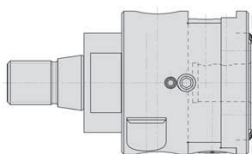

Bild 1
- Maschinenseitig ist das Feinbohrwerkzeug mit einer Walter Capto™ und Walter T45-Verbindungsstelle in **Monoblock-Bauweise** (Bild 1) ausgerüstet